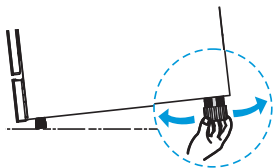

Fig. 1
1. Após posicionado no local de trabalho, verifique a estabilidade e o nivelamento do aparelho. Utilize uma ferramenta de nível de bolha (*não acompanha o produto*) na porta e trilho dos cestos (Fig. 1) para essa verificação.